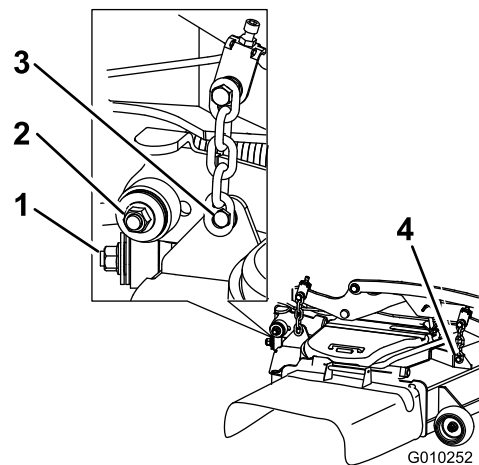

**Figura 102**
5. Levante la chapa de suelo e introduzca una llave dinamométrica en el taladro cuadrado del brazo tensor de la carcasa (Figura 102).
6. Gire cuidadosamente el brazo tensor de la carcasa en sentido horario y retire la correa del cortacésped (Figura 102).